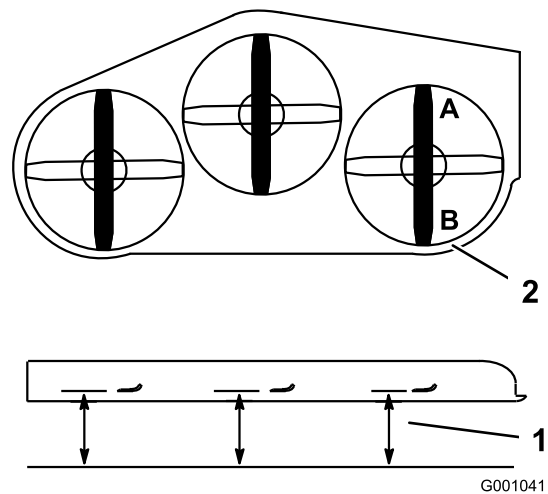

Figure 85
2. Tournez une lame dans le sens longitudinal. Mesurez la distance aux points **A** et **B** entre une surface plane et le bord coupant des pointes des lames (Figure 85).